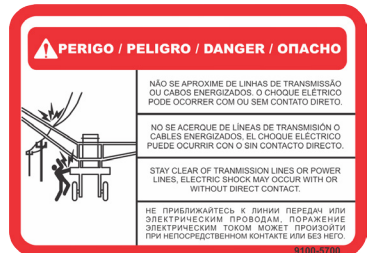

Figura 16
- Faça uma avaliação completa do local de trabalho antes de qualquer operação. Verifique se existem obstáculos próximos, como árvores, paredes e redes elétricas que oferecem riscos de lesões graves ou fatais (Figura 16).